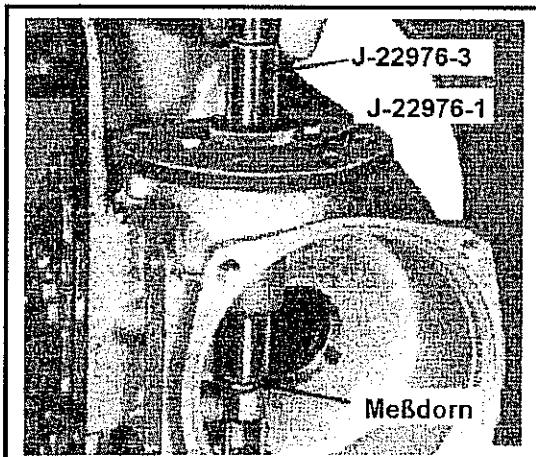

Abb. 10-164 Messen des Durchmessers der Aufnahme der Lagerbuchse des Getriebereglers
- Die Führungsahle J-122976-13 in der Vorrichtung ansetzen und in die Bohrung des Getriebereglers einführen bis diese am Haltestift unten anliegt. Siehe Abb. 10-164.